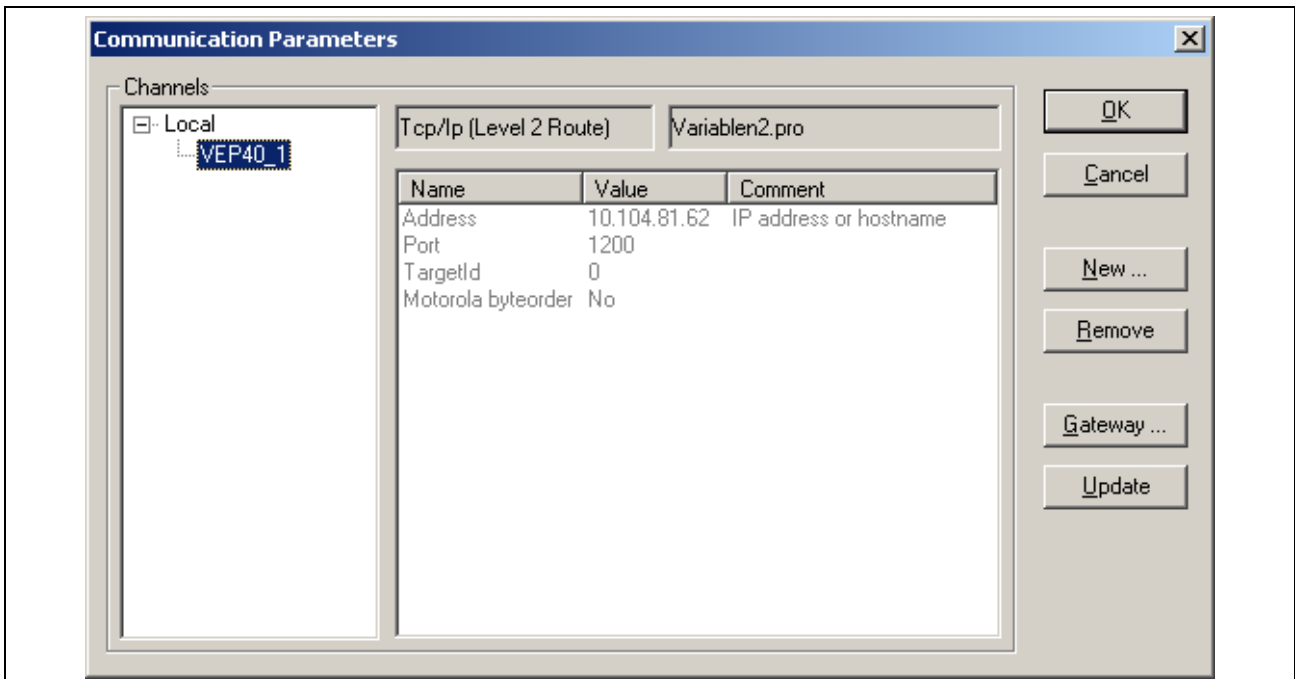

Fig. 3-46: Communication parameters
- Fig. 3-46: Communication parameters 3-43